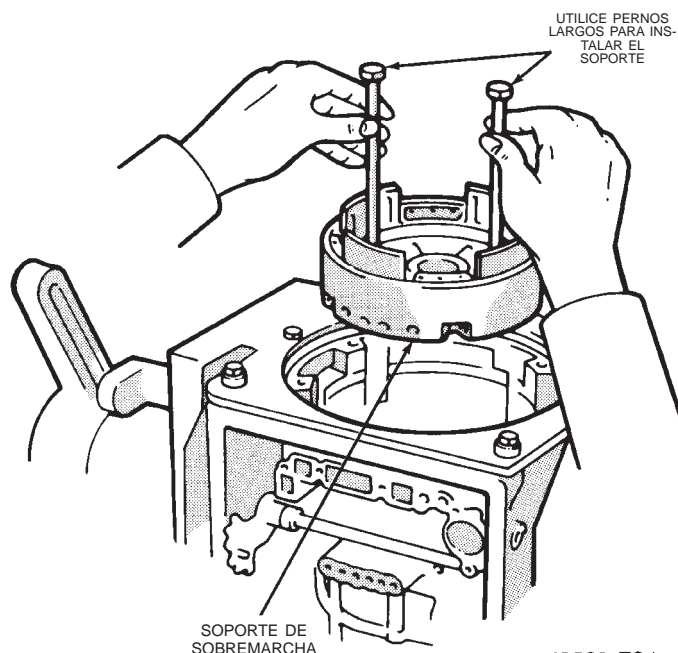

Fig. 158 Instalación del soporte de sobremarcha
(55) Instale el soporte de sobremarcha en la caja. Utilice dos pernos largos para que resulte más fácil alinear y guiar el soporte en su posición (Fig. 158).